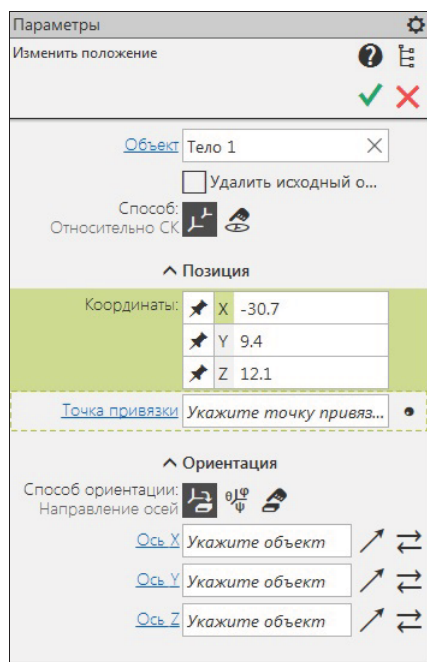

Рис. 21.14. Панель Параметрy: Изменить положение
- ♦ укажите объект, положение которого нужно изменить в графической области или в **Дереве** модели — название объекта появится в поле **Объект** на панели **Параметры: Изменить направление** (рис. 21.14). В графической области появился фантом системы координат. На панели **Параметры** задайте такие параметры: